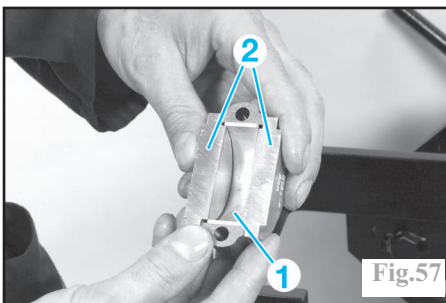

Fig.57
Monter dans leur chapeau, les coussinets (1) huilés suivant la classe déterminée pour chaque maneton. Ils doivent parfaitement être centrés sur la bielle et le chapeau. Utiliser pour cela l'outil (2) (PSA 0194.P) (Fig.57).